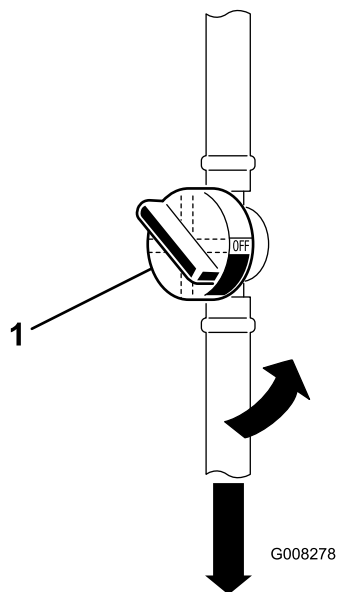

Figura 29
7. Premete le estremità delle fascette stringitubo ed allontanatele dal vecchio filtro del carburante (Figura 29).
6. Chiudete la valvola di intercettazione del carburante (Figura 29).